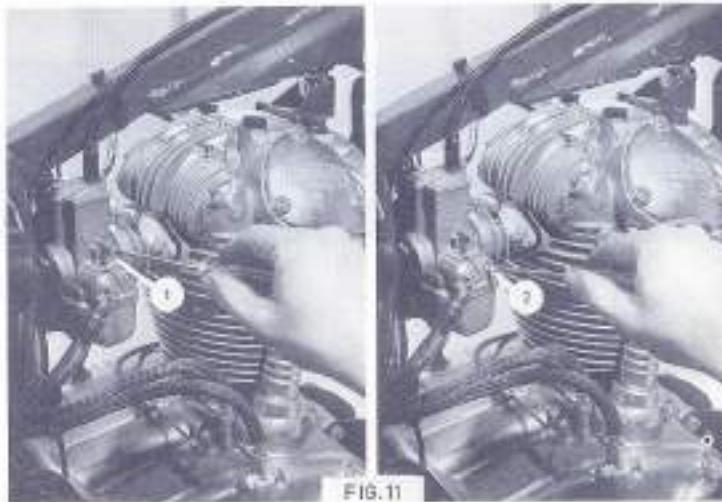

FIG.11
5.2.6. Vergaser (Fig.11)
5.2.6. Carburateur (fig. 11)